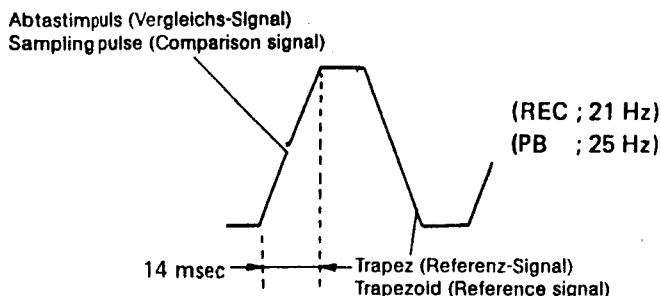

Fig. 5.1 Capstan Abtast-Position
3. Oszillograph an TP 5 (CAP. TRAPEZOID) auf der SERVO-Platte. Der Abtastimpuls soll in der Mitte der Flanke stehen (Fig. 5.1).
3. Oscilloscope to TP-5 (CAP TRAPEZOID) on the SERVO board. The sampling pulse should be in the centre of the flank (Fig. 5.1).